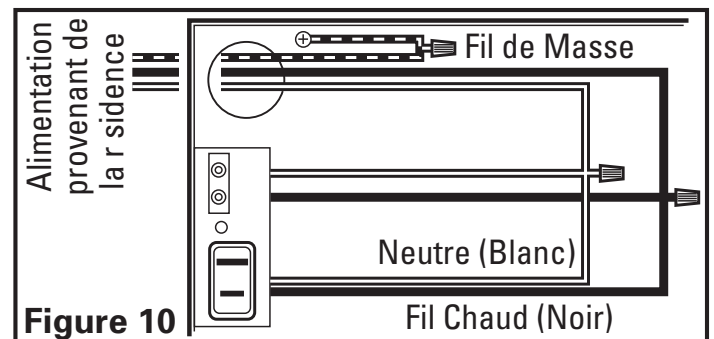

Figure 10
- 2a. Par l o vous avez acc s l int rieur de la bo te de jonction du ventilateur, raccorder un fil Blanc provenant de la maison aux deux fils Blancs du r ceptacle de la lumi re et le fil Blanc du r ceptacle du ventilateur d vacuation. Raccorder le fil Noir provenant du commutateur mural aux deux fils Noir du r ceptacle de la lumi re et au fil Noir du r ceptacle du ventilateur d vacuation. Raccorder le fil de mise la terre de la maison au fil Vert de la vis de mise la terre du ventilateur (**Figure 10**). Utiliser des m thodes de raccordement approuv es pour toutes les connexions.